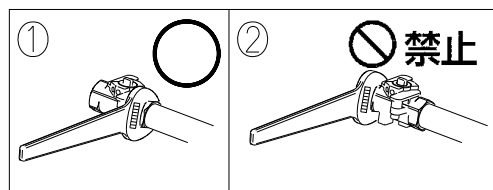

図15
- バルブの配管取付は、図15-①の通り、配管側のスパナ掛けを使用してください。反対側のスパナ掛けを使用し締付けると、バルブ本体に荷重が掛かり、バルブを変形、破損させる恐れがあります。(図15-②)